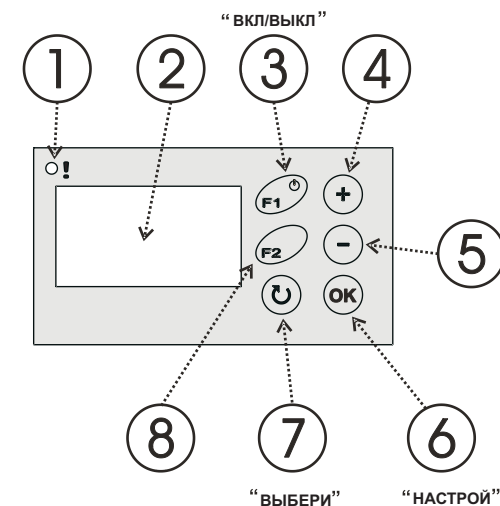

Рис.2 Вид панели управления
На панели управления (Рис. 2) находятся элементы контролирующие работу регулятора. В выключенном состоянии горит только оранжевый индикатор (1) режима ожидания. Включение регулятора осуществляется продолжительным нажатием (не менее 1 сек.) кнопки ВКЛ/ВЫКЛ (3). Чтобы выключить регулятор следует повторно нажать кнопку (3) и удерживать ок. 1 сек. В случае пропадания напряжения в сети регулятор автоматически возвращается к состоянию перед его пропаданием.